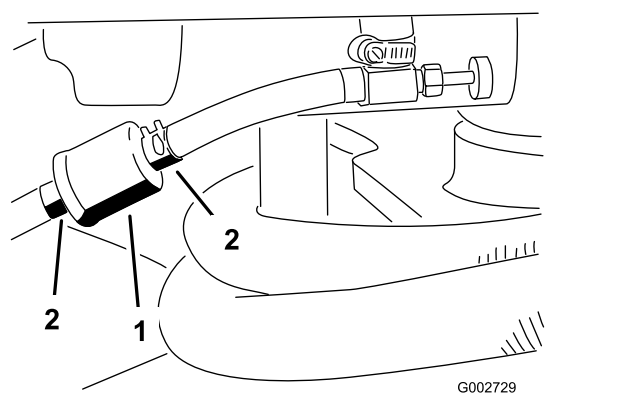

Figura 31
1. Feche a válvula de bloqueio do combustível, liberte o dispositivo de fixação da mangueira que se encontra no carburador, na zona do filtro, e retire a tubagem de combustível do filtro (Figura 31).